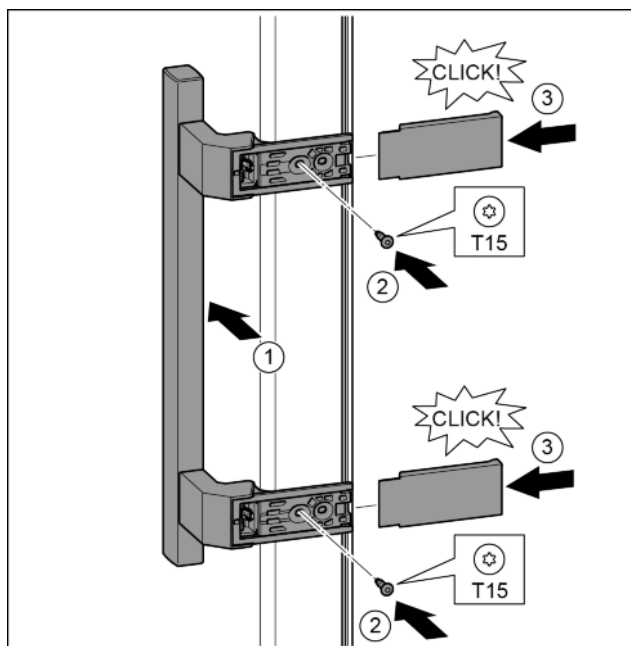

Fig. 22
- Postavite ručicu na suprotnoj strani. Fig. 22 (1)
- Odvijačem T15 čvrsto pritegnite vijke. Fig. 22 (2)
- Postavite pokrove bočno i natakните ih. Fig. 22 (3)